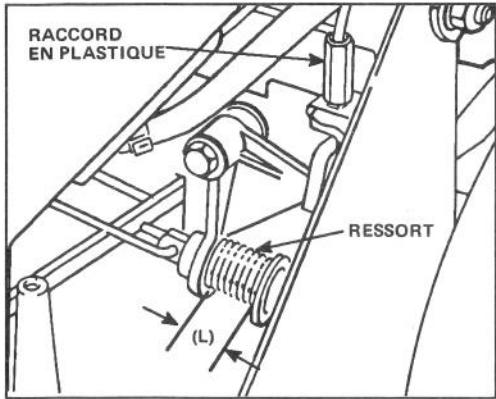

Figure 24
3. Déplacez la barre de commande vers le bas et soulevez-la contre le guidon. Une fois la barre de commande contre le guidon, mesurez la longueur du ressort (L) comme illustré à la figure 24.
5. Pour régler, tourner le raccord en plastique sur le câble du frein de lame (Fig. 24) jusqu'à ce que la longueur du ressort atteigne le plus possible 1 pouce (2,5 cm) sans y être inférieure (voir la remarque ci-dessous).